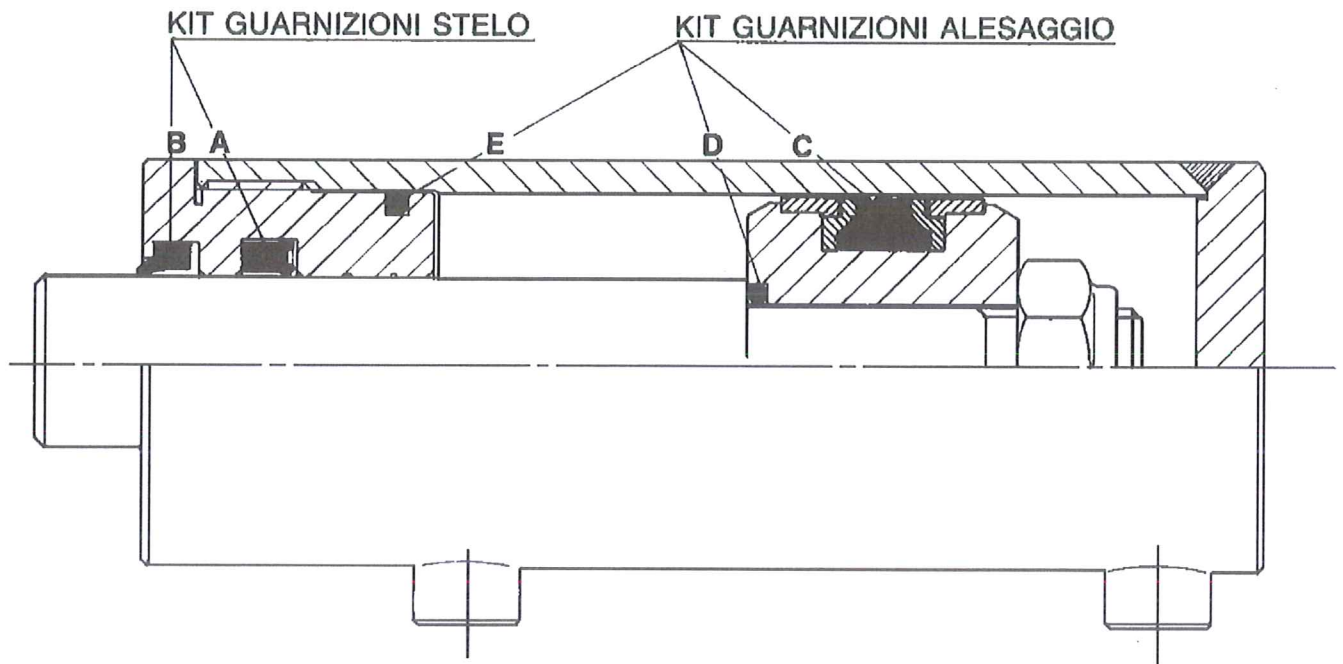

Fig. 6
3.2.1 - Guarnizioni per il cilindro oleodinamico (fig. 6)